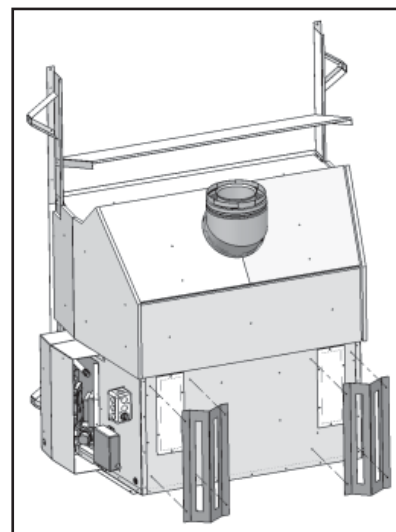

Figure 29 : Installation des plaques de dégagement.
2. En utilisant huit (8) vis T-20 fournies, installez les deux plaques de dégagement, tel qu'indiqué à la figure 29.